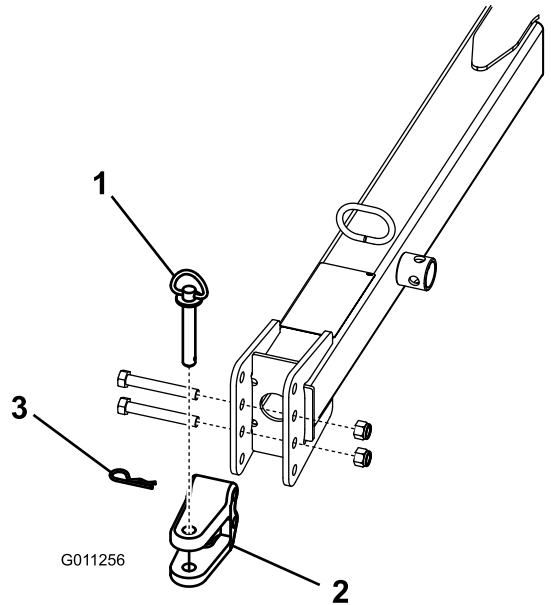

図 10
- ヒッチクレビス 図 10 をヒッチトングに固定しているボルトとロックナットを外す。